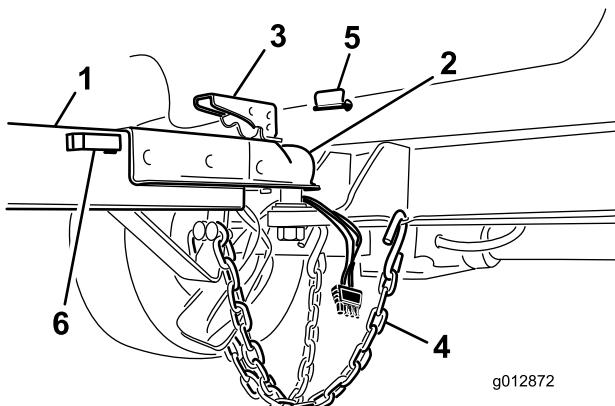

Figura 11
5. Riponete il connettore di cablaggio nella fondina del tubo dell'attacco di traino (Figura 11).
2. Sollevate la leva sul timone abbassando nel contempo la copertura sull'attacco a sfera (Figura 11).
4. Montate il perno per bloccare la leva del giunto (Figura 11).
5. Incrociate le catene di sicurezza e collegatele ai fori presenti sull'attacco di traino (Figura 11).